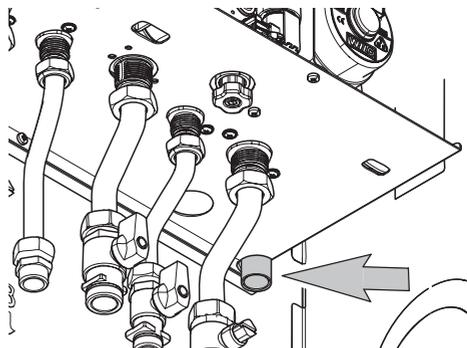

Figura 5.3
- Collegare lo scarico della valvola di sicurezza ad un imbuto di scarico Figura 5.3.